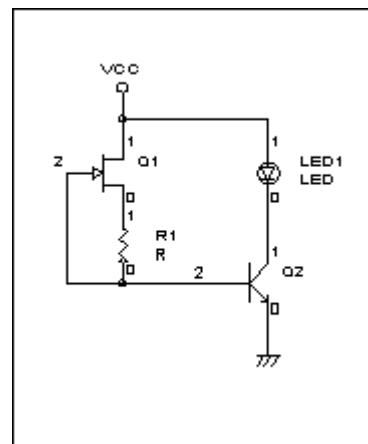

図3
3. 今回の回路は、図3です。FETで定電流を作り、トランジスタのベースに注入しています。定電流値とトランジスタのHfeを掛けると動作電流が計算できます。